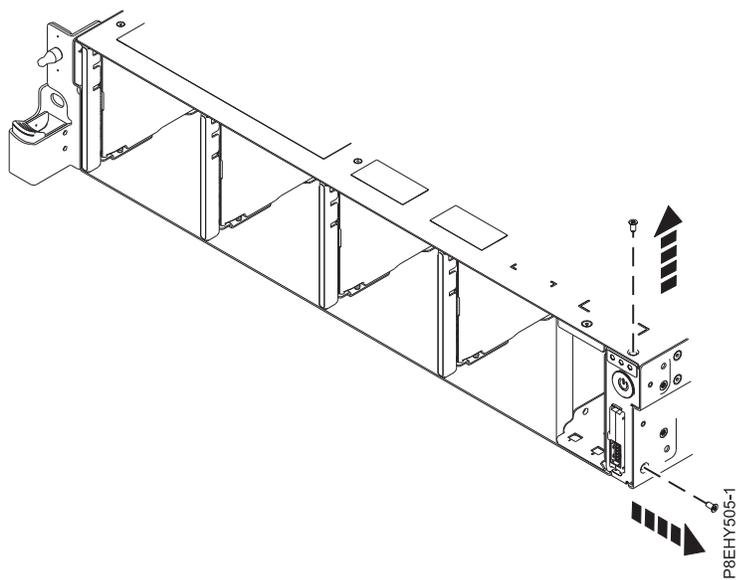

図 67. 上下のねじの取り外し
8. 電源スイッチから上下のねじを取り外します。 図 67を参照してください。